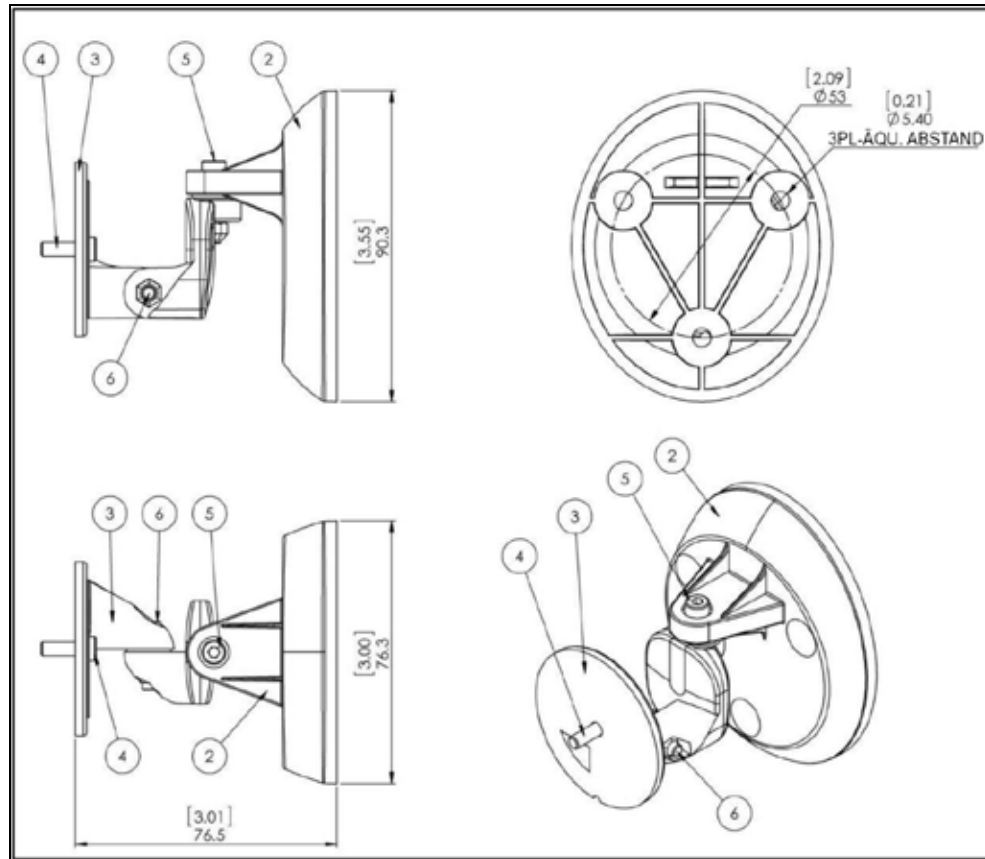
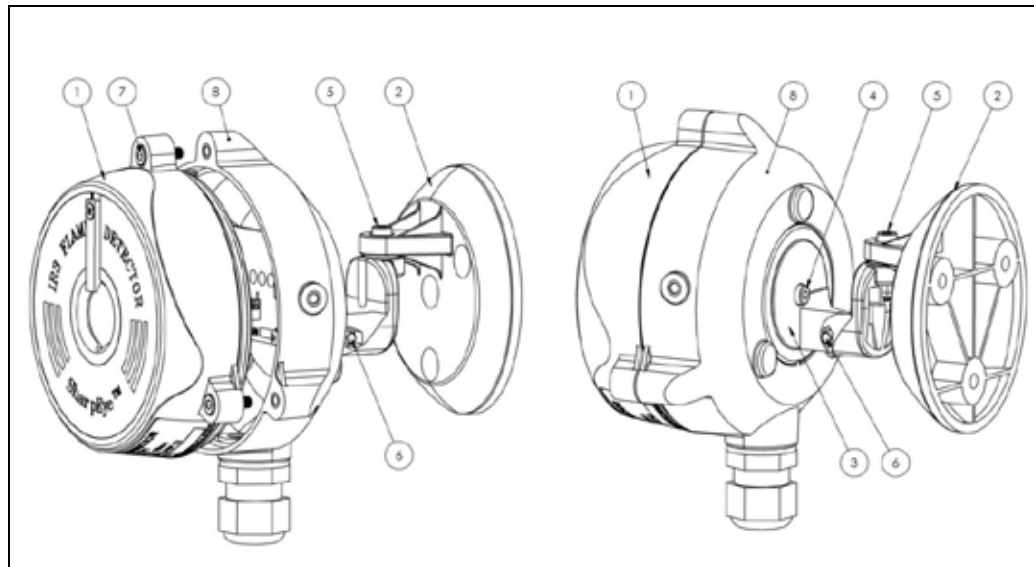

Abbildung 4: Schwenkhalterungsbaugruppe – Übersichtszeichnung
Abbildung 5: Montage von IR3-Melder und Schwenkhalterung
Siehe Abbildung 4 und Abbildung 5.
- 2 Platzieren Sie die Schwenkhalterung (Element 2) am vorgesehenen Befestigungspunkt und befestigen Sie sie mit 3 Schrauben durch die 3 Bohrungen mit 5,4 mm Durchmesser (Abbildung 4).
- 3 Platzieren Sie den Melder mit nach unten gerichteter Kabelverschraubung auf die Montageplatte der Schwenkhalterung (Element 3). Befestigen Sie den Melder mit der Befestigungsschraube M4 x 12 Zoll an der Schwenkhalterung. Ziehen Sie die M4-Schraube mit dem 3 mm Innensechskantschlüssel an (siehe Element 4 in Abbildung 5).
- 4 Lösen Sie die Fixierungsschrauben (Elemente 5 und 6 in Abbildung 5), so dass sich der Melder drehen lässt. Richten Sie den Melder auf den Überwachungsbereich aus und prüfen, ob das Sichtfeld frei von Hindernissen ist. Fixieren Sie den Melder in dieser Position, indem Sie die Fixierungsschrauben (Elemente 5 und 6) an der Schwenkhalterung anziehen. (Achten Sie darauf, dass der Melder richtig ausgerichtet ist.)
- a Entfernen Sie mit dem 3 mm Innensechskantschlüssel die selbstsichernde M4 x 13 Innensechskantschraube, mit der das Meldergehäuse (Element 1 in Abbildung 5) am Meldersockel (Element 8) befestigt ist. Nehmen Sie das Meldergehäuse vom Anschlussfach ab.